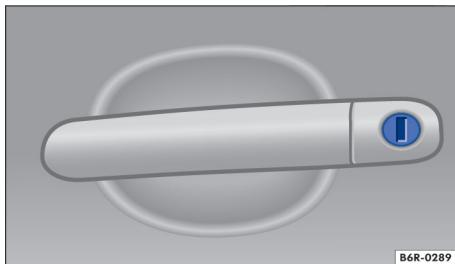

Fig. 48 Maçaneta da porta do condutor com cilindro da fechadura.
- Introduzir a haste da chave no cilindro da fechadura e destrar ou travar o veículo → Fig. 48.